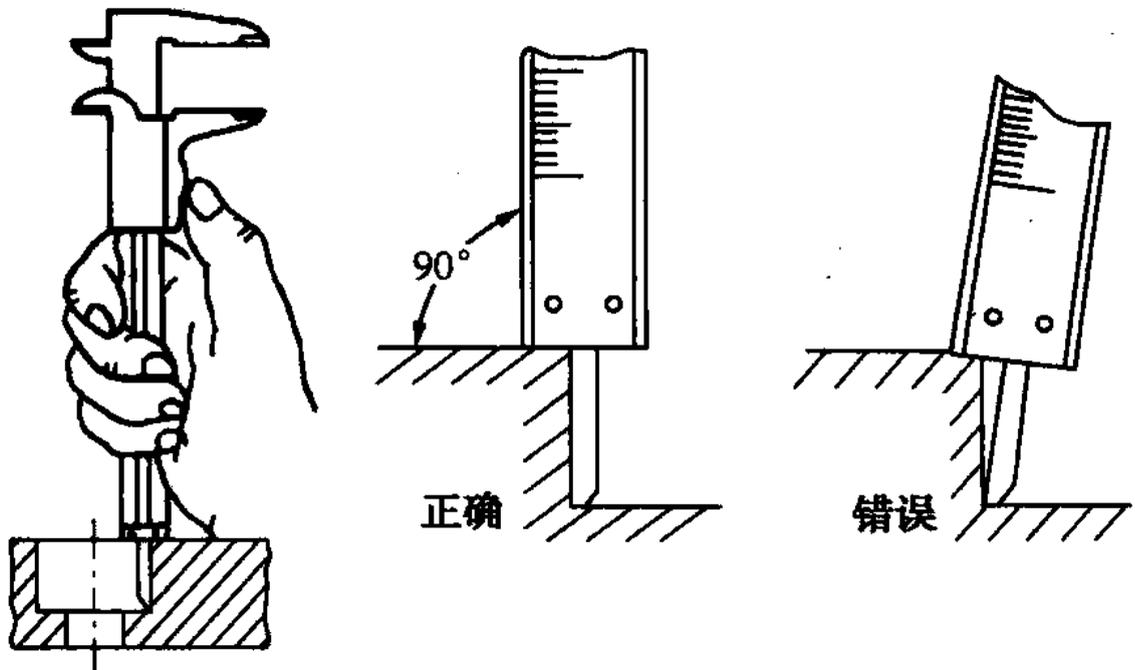
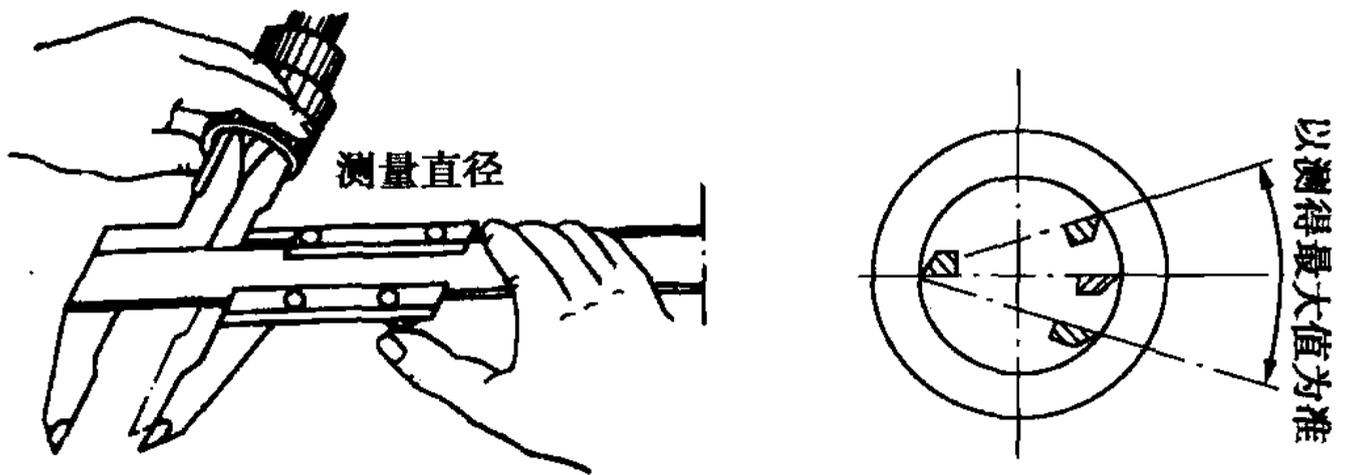

图 1-15 游标卡尺测量深度尺寸的方法
图 1-16 游标卡尺测量内部尺寸的方法
(5) 使用方法 游标卡尺的使用方法如图 1-15 和图 1-16 所示。